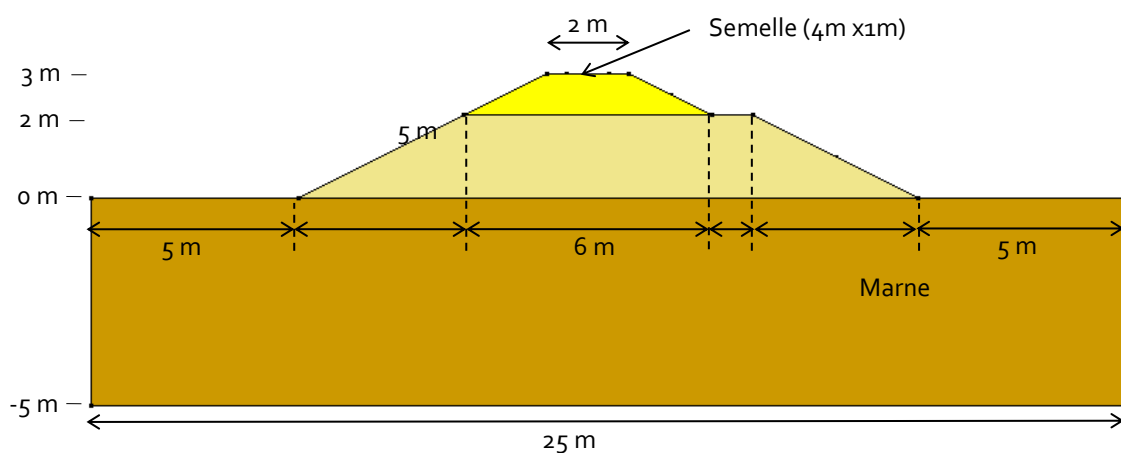

Figure 1 : contexte géométrique
1. Avec l'outil  **Points**, définir les coordonnées des points de construction (cf. figure 1).